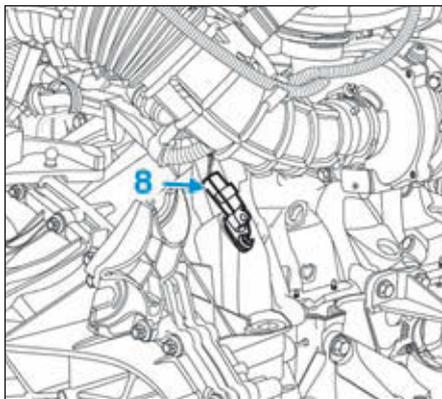

FIG.7
- le capteur de position de vilebrequin (8) (Fig.7),